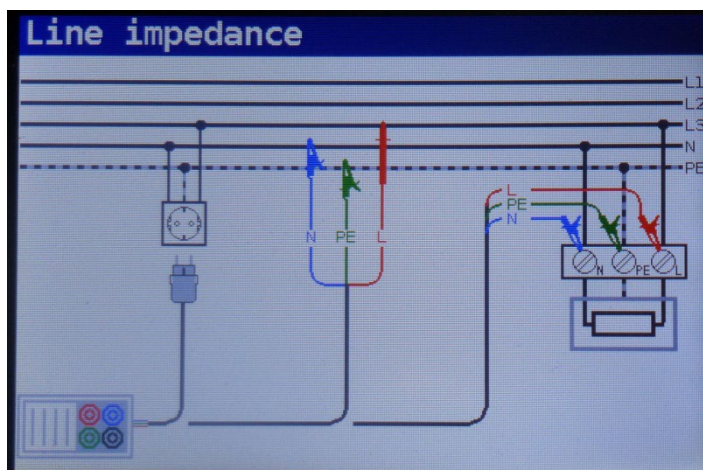

Abbildung 5-36: Messung der Leitungsimpedanz
Schritt 2 Schließen Sie die entsprechenden Messleitungen an das Gerät an und folgen Sie dem in Abbildung 5.36 gezeigten Anschlussplan, um die Impedanz der Phase-Neutralleiter oder der Phase-Phase-Leitung zu messen.
Schritt 2 Schließen Sie die entsprechenden Messleitungen vom Bezugspunkt an das Gerät an und folgen Sie dem Anschlussplan in Abbildung 5.36, um die Impedanz der Phase-Neutral- oder Phase-Phase-Leitung zu messen.
Schritt 4 Schließen Sie die entsprechenden Messleitungen vom geprüften Punkt an das Gerät an und folgen Sie dem in Abbildung 5.36 gezeigten Anschlussplan, um eine Phase-Neutral- oder Phase-Phase-Leitungsimpedanzmessung durchzuführen. Achten Sie auf die auf dem Bildschirm angezeigten Warnungen und überprüfen Sie den Online-Spannungs-/Klemmenmonitor, bevor Sie die Messung starten. Wenn alles in Ordnung ist und ► angezeigt wird, drücken Sie die Taste TEST. Nach Durchführung der Messung werden die Ergebnisse auf dem Display angezeigt.